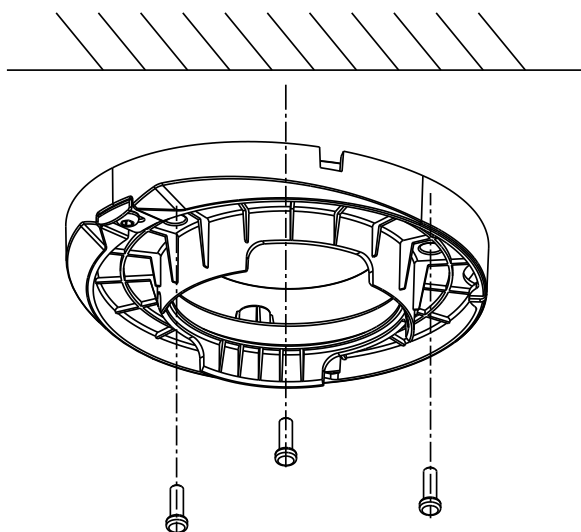

Рис. 5.4.1.1. Монтаж видеокамеры LTV-CDH-B9001L-V
4. Установите монтажное основание на поверхность и надежно зафиксируйте саморезами, как показано на рис.5.4.1.1.